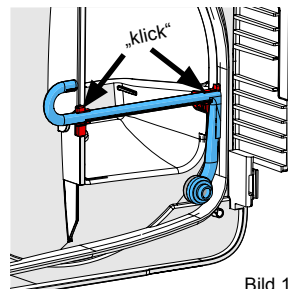

Bild 12
- Sätt tillbaka sprutröret genom att trycka in sprutröret i de båda fästena (bild 12).